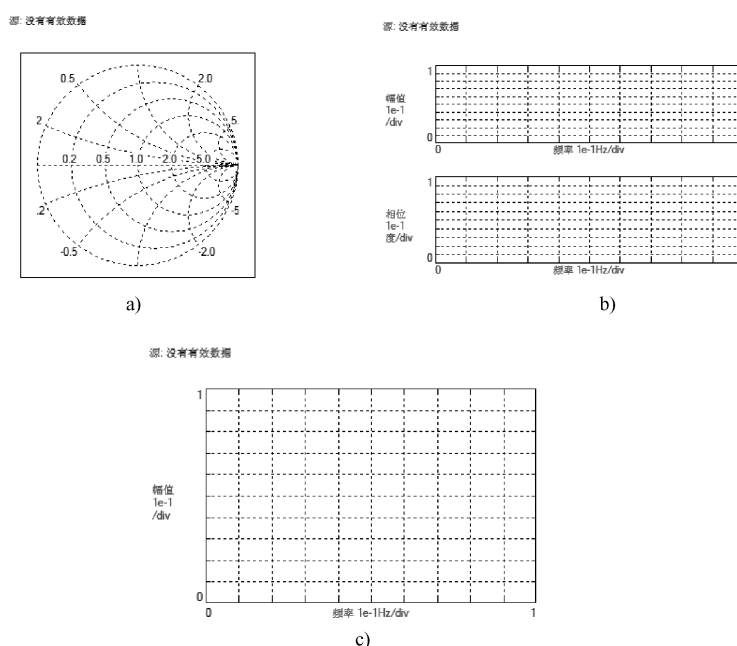

图 6-45 窗口显示图
- “参数”：在该下拉菜单有 S 参数、H 参数、Y 参数、Z 参数、稳定因子选项，不同的参数显示的窗口数据不同，如图 6-45 所示。